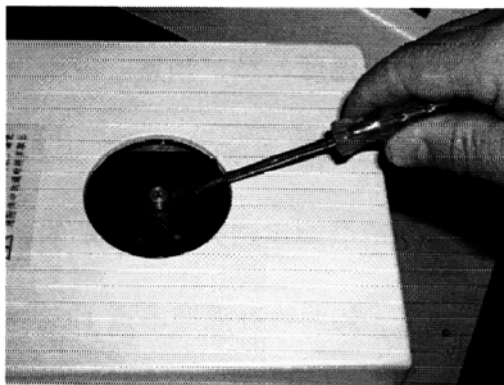

图 5
3.仪器毛细管断裂在管座内时，可先切断电源，待炉子冷却后可按图 5，用小螺丝批将毛细管座从炉芯中撬出，再用通针（附件）将玻璃碎屑取出，然后按原来方向插入电热炉中，插入时要注意管座的缺口与电热炉的凸缘对齐。最后应对仪器进行检查，如遇不正常情况应请我厂技术应用服务部处理。